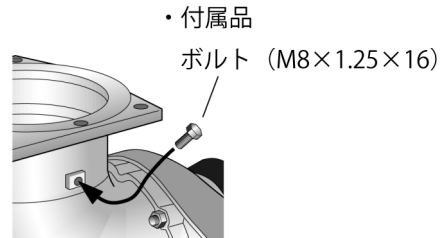

Fig.17
- b) 付属品のボルト (M8×1.25×16) を取付けてください。(Fig.17)